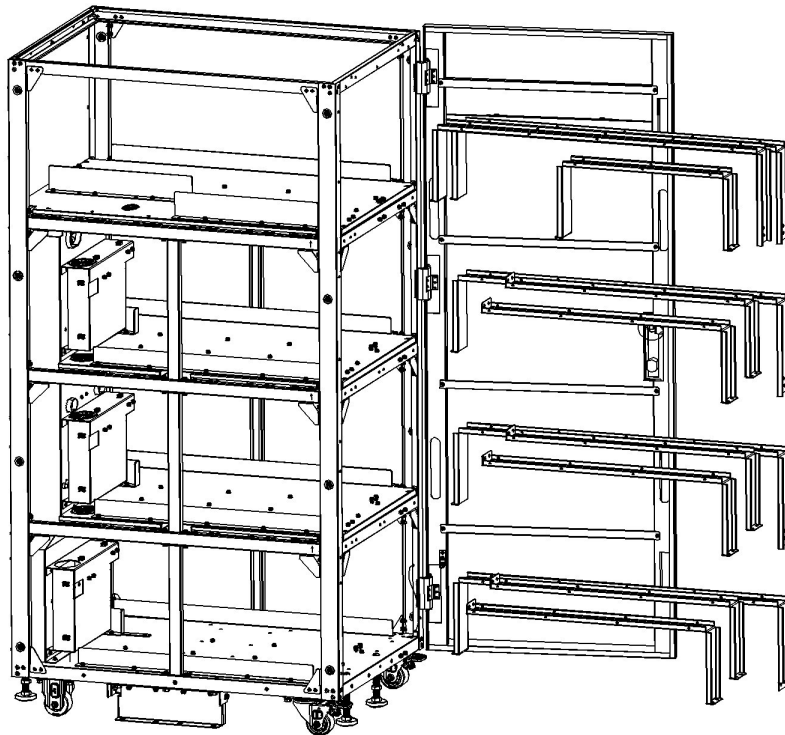

Figure 5-45
3. Retirer toutes les vis des supports de rétention des batteries, puis retirer les supports de rétention (Figure 5-45).